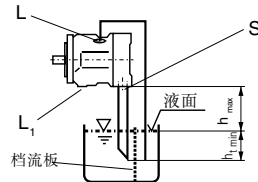

图 4
- 当油箱的最低液面比泵的上端低时，“L1”口堵，“L”口以及有可能“S”口的管道连接接管见图4。情况如同1.2.1节。
- 如安装在油箱之上，请见图4。按1.2.1的要求进行。